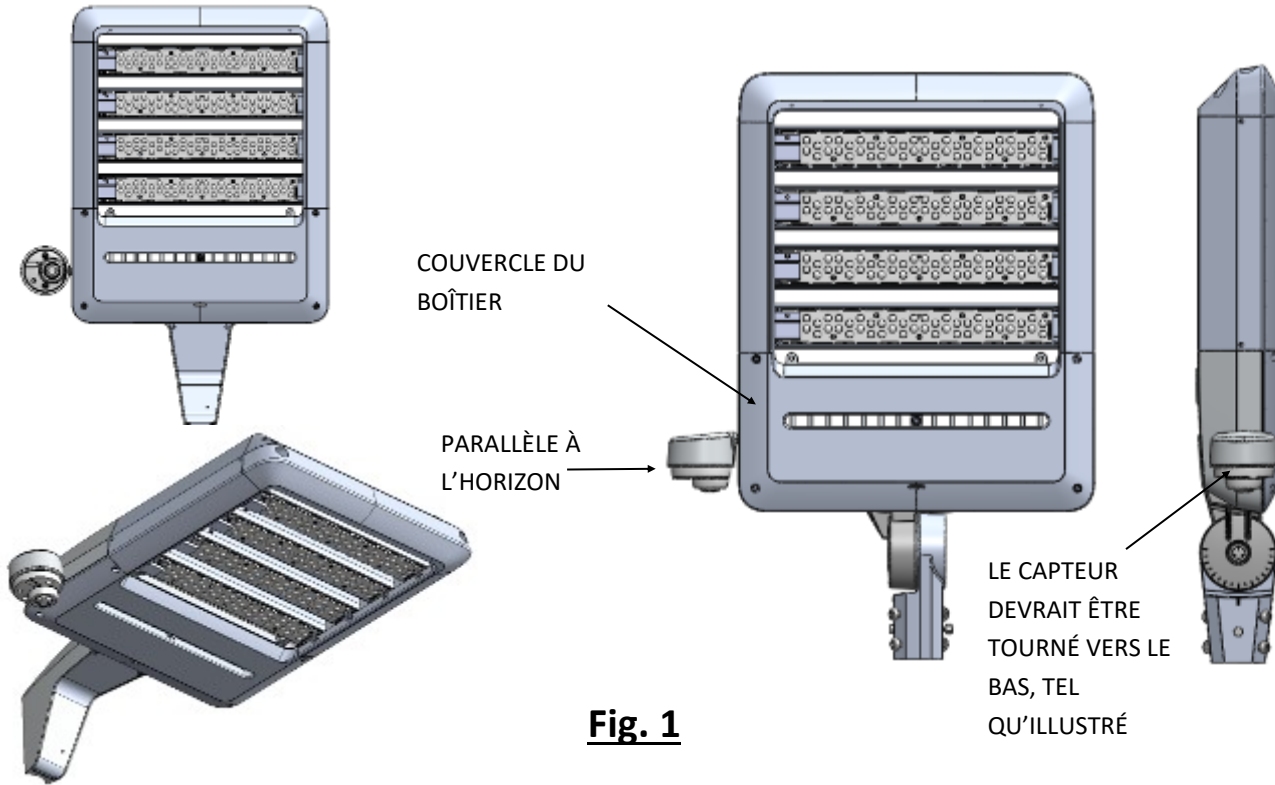

Fig. 1
1. Ouvrez le couvercle du boîtier en desserrant les (5) vis 10-24 situées au bas de la porte (les vis sont captives et demeureront sur la porte). Voir Fig. 1.